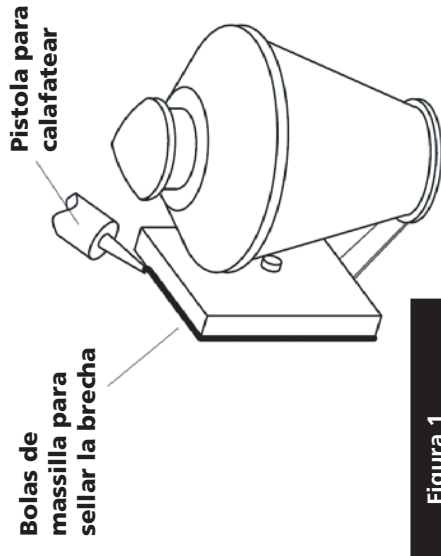

Figura 1
1. Conecte el cable de alimentación positivo **(A)** (normalmente negro o la cara lisa, sin marcas del cable de dos conductores) de plomo accesorio positivo **(B)** con un giro de tamaño adecuado en el conector - **Véase la Figura 1 y 2**.
Para conectar a tierra en un sistema eléctrico de 3 hilos, fije el cable de tierra del artefacto **(E)** (generalmente de cobre o verde recubierto de plástico) a la brida de montaje accesorio **(M)** con el tornillo de tierra **(S)** - **Véase la Figura 1**.